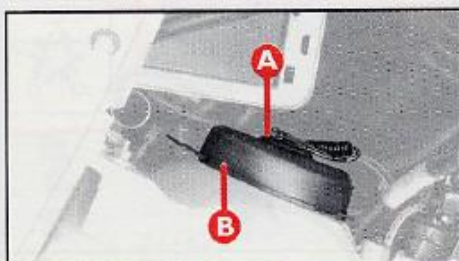

fig. 9
- 1) quite el conector **A**-fig. 9 y la protección de goma **B**